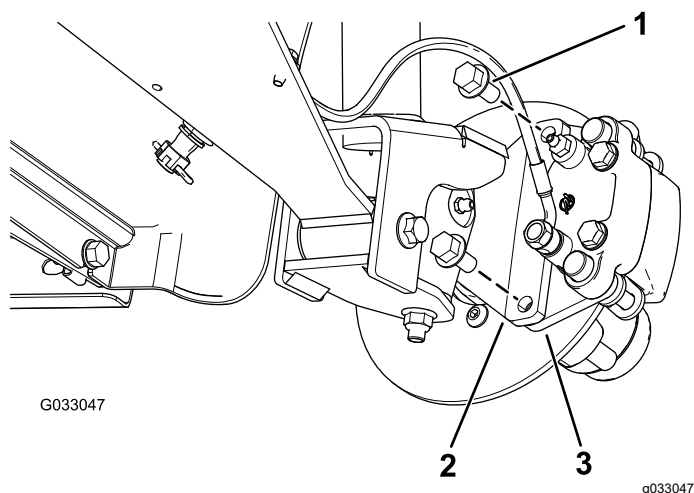
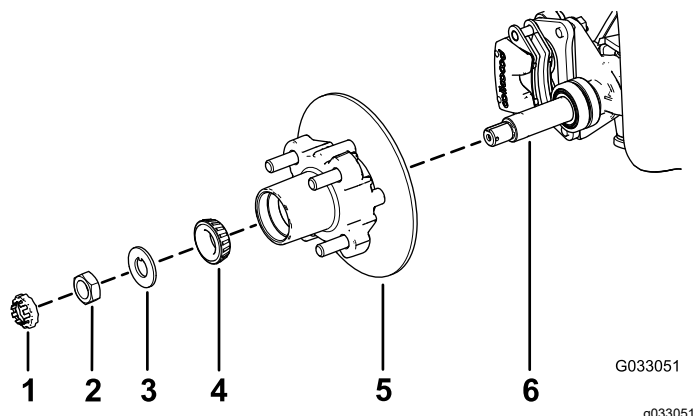

Figura 24
Figura 28
3. Togliete i bulloni a testa flangiata ($\frac{3}{8}$ " x $\frac{3}{4}$ ") che fissano la staffa del gruppo del freno al mandrino e separate il freno dal mandrino (Figura 24).
1. Lubrificate leggermente il mandrino con il grasso specificato (Figura 28).
2. Montate il mozzo e il rotore sul mandrino con il rotore verso l'interno (Figura 28).
3. Montate il cuscinetto esterno sul mandrino e inserite il cuscinetto sull'anello esterno (Figura 28).
4. Montate la rondella di sicurezza sul mandrino (Figura 28).
5. Avvitare il dado del mandrino sul mandrino e serrare il dado a 15 N·m mentre ruotate il mozzo per posizionare in sede il cuscinetto (Figura 28).
2. Allineate le pastiglie dei freni su ciascun lato del rotore (Figura 24) e i fori sulla staffa della pinza con i fori sul supporto del freno del telaio del mandrino (Figura 28).
3. Fissate la staffa del calibro al telaio del mandrino (Figura 24) utilizzando i 2 bulloni a testa flangiata ($\frac{3}{8}$ " x $\frac{3}{4}$ ").